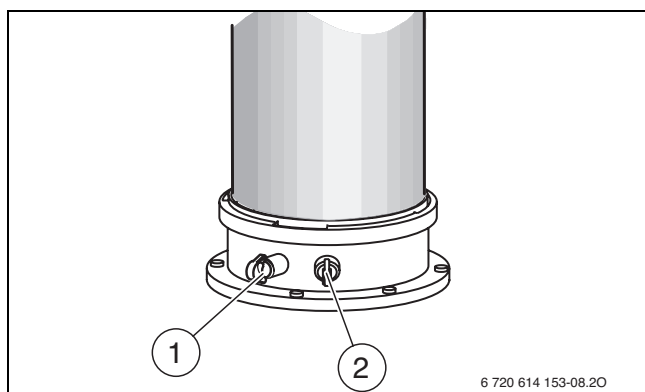

Bild 44
- ▶ Ta bort pluggen på förbränningsluft-mätstosen (2) (→ bild 44).
- ▶ Ta bort pluggen vid avgasmätstosen [1] (→ bild 44).